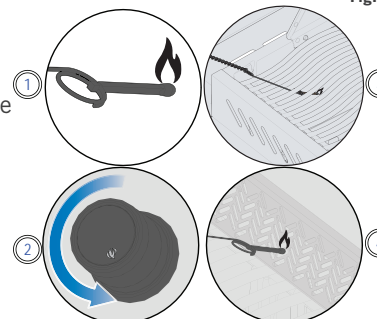

Fig. 4
3. Pendant ce temps, tourner le bouton du brûleur correspondant vers la position HIGH. (Fig. 4)